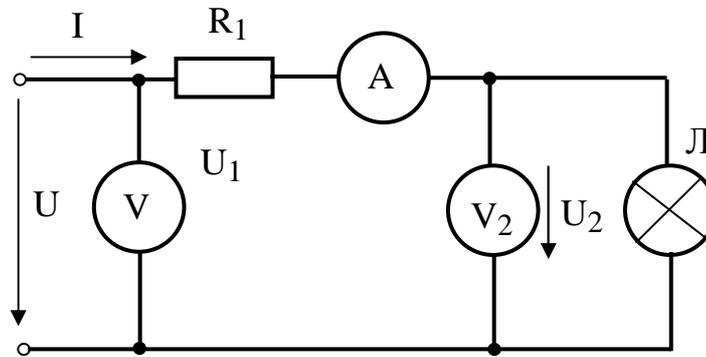

Рис. 8.3
Собрать электрическую цепь по схеме, показанной на рис. 8.3 и предъявить для проверки преподавателю. Изменяя напряжение источника от 0 до $U = U_{\max}$, через каждые 2 В выполнить измерения тока и напряжений. Рассчитать напряжение $U_1 = R_1 I$. Результаты измерений и расчетов записать в табл. 8.2.
2. Возможно ли применение законов Кирхгофа для анализа нелинейных цепей постоянного тока? Ответ построить на основе анализа ВАХ, построенных по данным исследований схемы, изображенной на рис. 8.3 и 8.4.